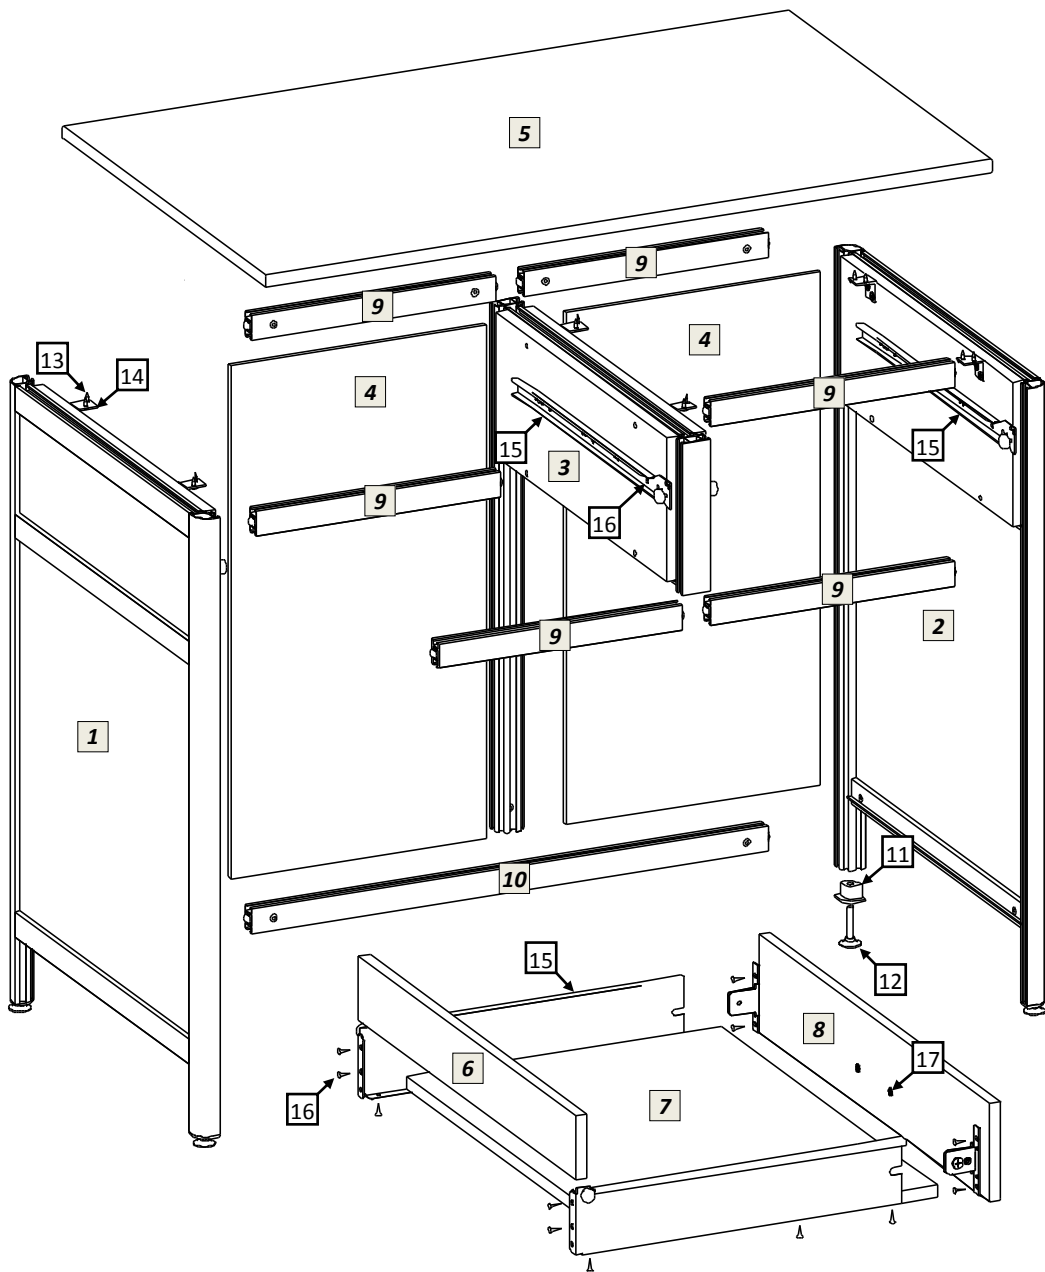

рис.1
- 5.1 Распаковав стол, внимательно ознакомьтесь со схемой сборки, изображённой на рис.1. Согласно позициям на схеме и комплектовочной ведомости определите расположение деталей в изделии и порядок их сборки. Сборка производится на ровном полу, укрытом материалом, предотвращающим повреждение покрытия пола и деталей мебели. Подготовьте необходимые для сборки инструменты – плоскую и крестовую отвёртки, молоток, рулетку или линейку, гаечный ключ 12мм для регулировки опор, шуруповёрт.
- 5.4 Сборка выдвижных ящиков. Схема сборки ящиков показана на рис.1. Шурупами 4x16 соедините заднюю стенку, днище ящика и его фасад с металлическими боковинами направляющего механизма. На фасад ящика установите ручку.